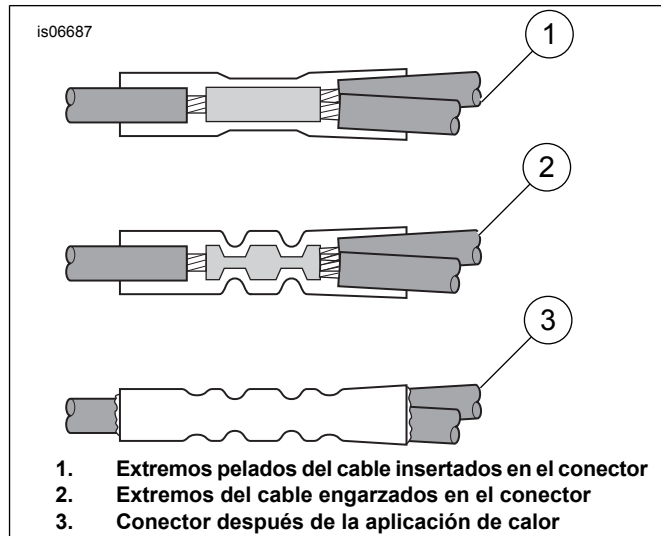

Figura 6. Instalación de los conectores de empalme plano sellados
20. Vea la Figura 6 del apéndice de conectores del Manual de servicio. Deslice el tubo de contracción por calor sobre el cable negro del arnés del kit y engarce el conector eléctrico al cable con una herramienta para engarzar, pieza № HD-38125-8.
21. Lleve ambos cables de la luz (4) al conector. Recorte los cables, permitiendo que aproximadamente 25 mm (1 pulg.) del cable se extienda pasado del conector de empalme plano. Corte el conducto (5) aproximadamente a 38 mm (1-1/2 pulg.) del extremo del cable.
23. Inserte los extremos de ambos cables de la luz (4) dentro del conector eléctrico (3) y engarce los cables al conector con la herramienta para engarzar.